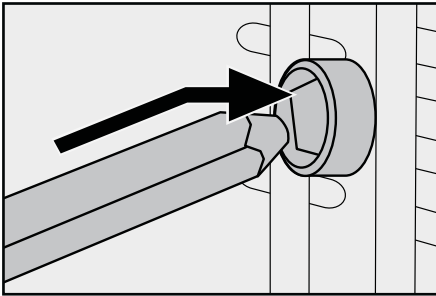

Fig. 1 : Glissez le tournebroche 16 dans l'entraînement 1.
- Glissez d'abord l'extrémité du tournebroche 16 sans rainure dans l'entraînement 1 (fig. 1) :